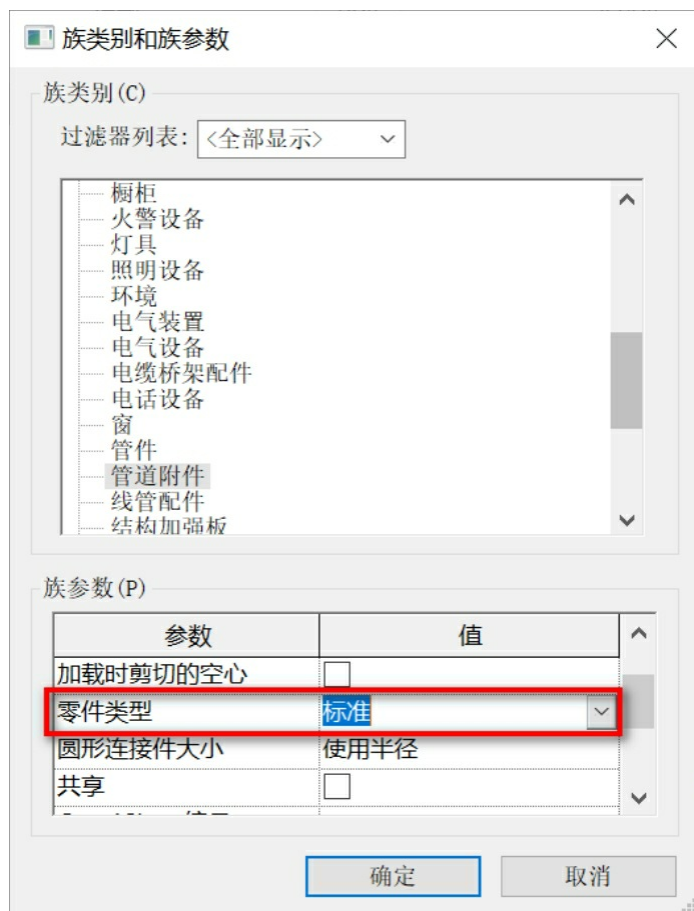

图3-81
(3) 单击“创建”选项卡>“属性”>“族类别和族参数”，在打开的对话框中选择“管路附件”，设置零件类型为“标准”，单击“确定”按钮，并将该族载入项目中，替换原有族类型和参数，如图3-81所示。